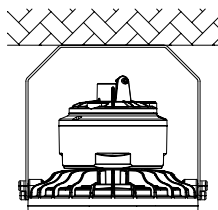
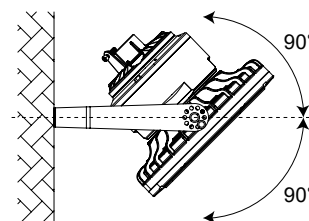

Fig. 5
Fig. 6
6. After installation, complete wiring with suitable listed waterproof conduit fitting and conduit as per local standards, and make sure there is a good joint protective measure. Users can adjust 90 degrees to the left or right from a vertical downward direction by adjusting the screw on the bracket (Figure 5, Figure 6).
6. Après l'installation, terminez le câblage en utilisant un raccord de conduit et un conduit étanches homologués, conformément aux normes locales, et assurez-vous que les joints sont bien protégés. Les utilisateurs peuvent ajuster l'angle de 90 degrés vers la gauche ou la droite à partir d'une direction verticale vers le bas en ajustant la vis sur le support (figure 5, figure 6).